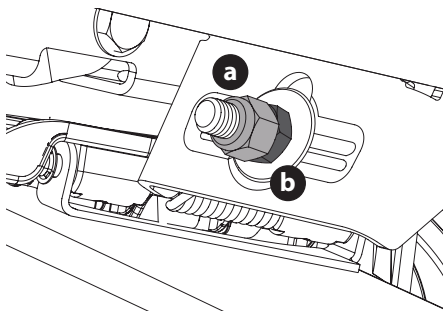

Figura 40
- Para **elevar** el frente de la plataforma, extraiga la tapa de extremo, afloje la contratuerca exterior (a) y apriete (rosca hacia adentro) la tuerca interior (b) contra la ménsula de suspensión delantera (Figura 40). Una vez alcanzado el ajuste adecuado, vuelva a ajustar la contratuerca exterior (a) y vuelva a colocar la tapa de extremo.
- Para **bajar** el frente de la plataforma, extraiga la tapa de extremo, afloje la contratuerca exterior (a) y afloje (rosca hacia afuera) la tuerca interior (b) alejándola de la ménsula de suspensión delantera (Figura 40). Cuando se logre el ajuste correcto, vuelva a apretar la contratuerca exterior (a) hasta 57 pies-libras (77 N-m) y vuelva a colocar la tapa de extremo.